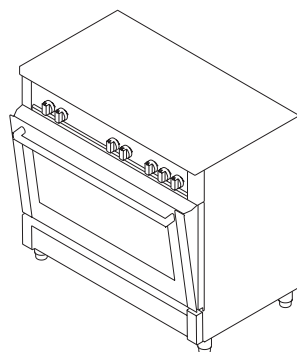

Abb. 28
4. Sichern Sie danach die Sicherheitsabdeckung zwischen Backofen und vorderer Abdeckung, indem Sie die Abdeckung vorsichtig schließen. (abbildung 28)